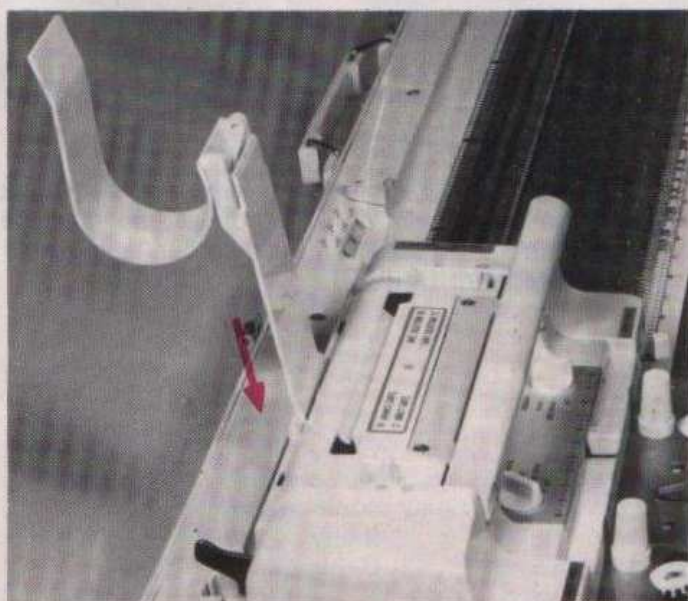

Fig. 23
- Introduire, **bien à fond**, le support de carte dans le logement qui se trouve à l'arrière du chariot (fig. 23). Laisser le couvercle du support ouvert.